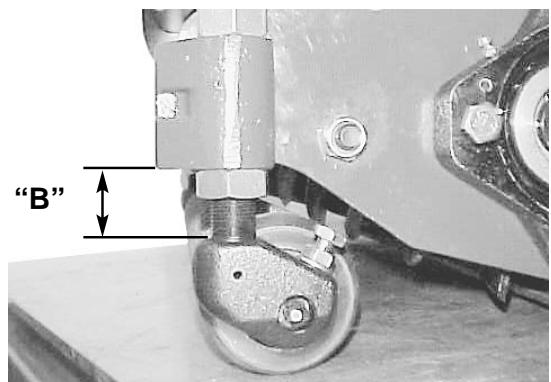

Figure 11
2. Réglez la hauteur "B" de la patte avant à la dimension approximative indiquée dans le Tableau 1. Cette valeur correspond à la distance entre la surface inférieure du support en fonte et la surface supérieure de la tige (Fig. 11).
NOTE : pour les distances "B" de rouleau avant supérieures à 38 mm, inversez les emplacements des écrous de réglage long et court pour renforcer le support (Fig. 11).